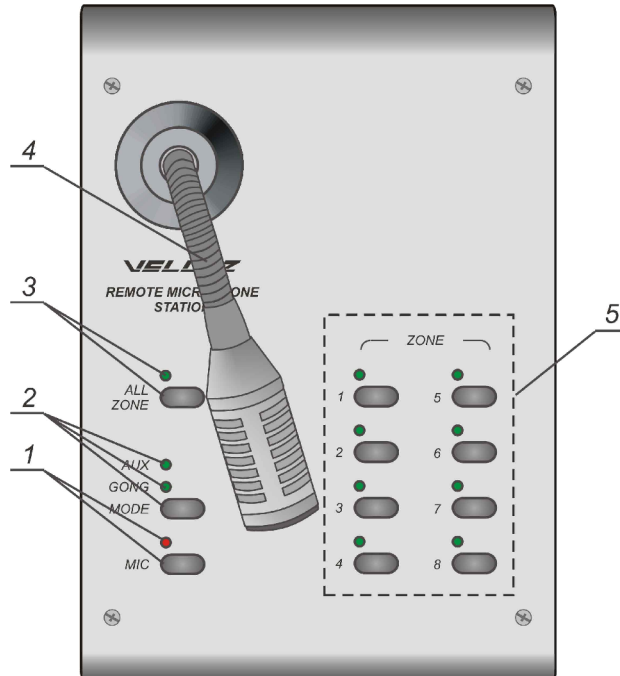

Рисунок 6
- 9.3 Розміщення і призначення органів керування на передній панелі пульта мікрофонного наведено на рис. 6